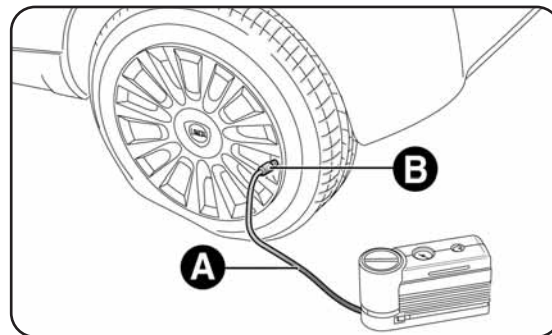

fig. 4
- Tirer le frein à main. Dévisser le capuchon de la valve du pneu, extraire le tube flexible de remplissage A-fig. 4 et visser la bague B sur la valve du pneu ;